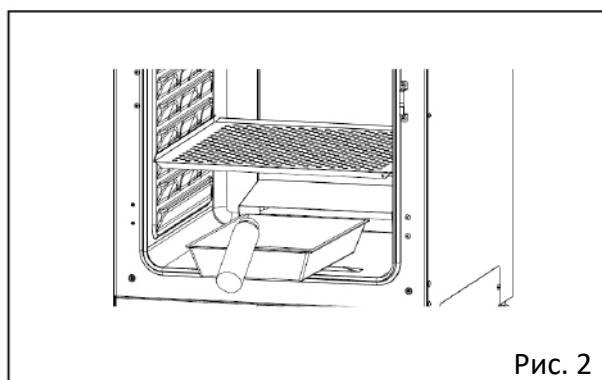

Рис. 2
4. Верните увлажнительный поддон в камеру и залейте в него приблизительно 1,5 л стерильной дистиллированной воды, предварительно нагретой до 37°C (Рис. 2).